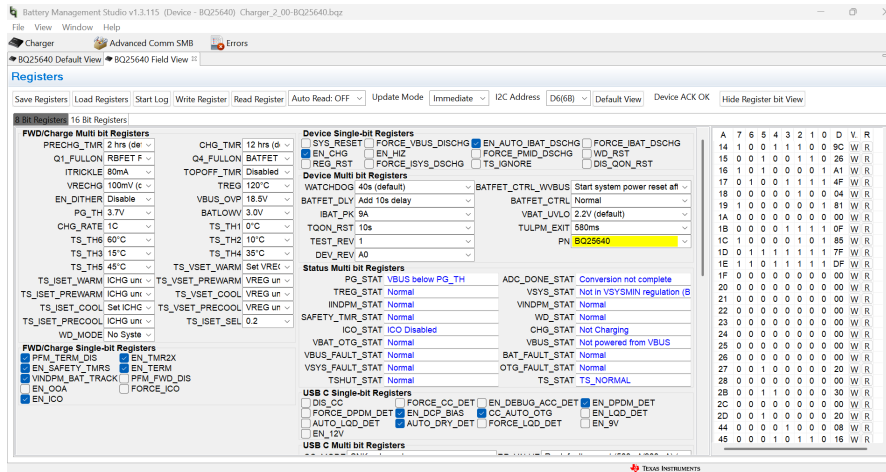

图 3-3. BQ25640 EVM 软件的主窗口
3. 在随即显示的窗口中选择 ，然后出现 BQ25640 EVM 软件的主窗口，如图 3-3 中所示。
2. 在 Field View (请参阅图 3-3) 中，根据需要进行以下更改：